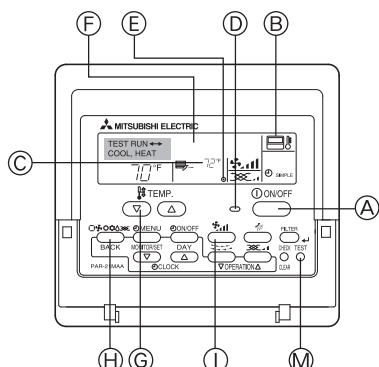

Fig. 6-1
6.2. Prueba de funcionamiento (Fig. 6-1)